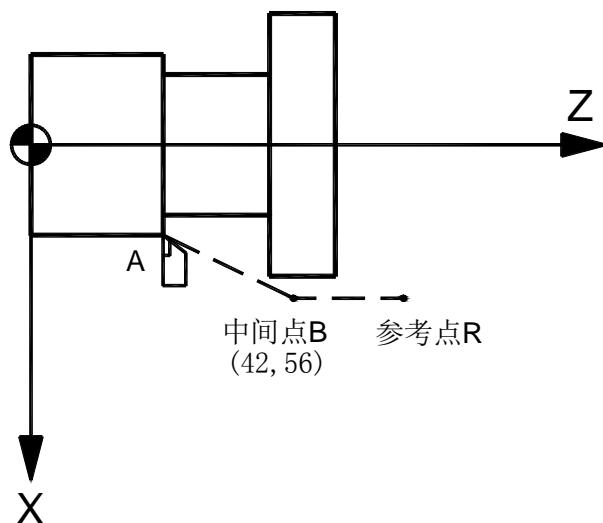

图 2-11
- (1) 利用上面指令，可以使指令的轴自动返回到参考点。**X (U) __Z(W)__** 指定返回到参考点路途经过的中间点，用绝对值指令或增量值指令。
- (2) 以快速回零速度（由参数 P109 设定）从当前位置定位到指令轴的中间点位置（**A 点—B 点**），如图 2-11。
- (3) 以快速回零速度从中间点向参考点方向移动（**B 点—R 点**）。
- (4) 检测到减速信号后，低速运行（由参数 P043 设定）寻找精定位信号。
- (5) 检测到精定位信号后，返回零点执行完毕，回零灯亮。